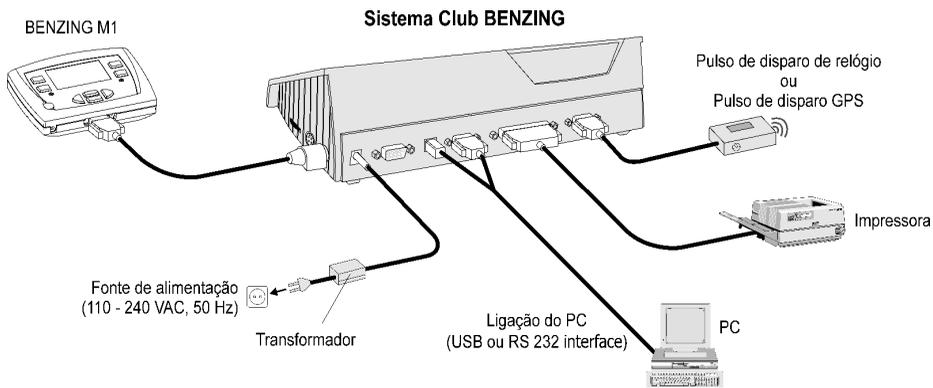
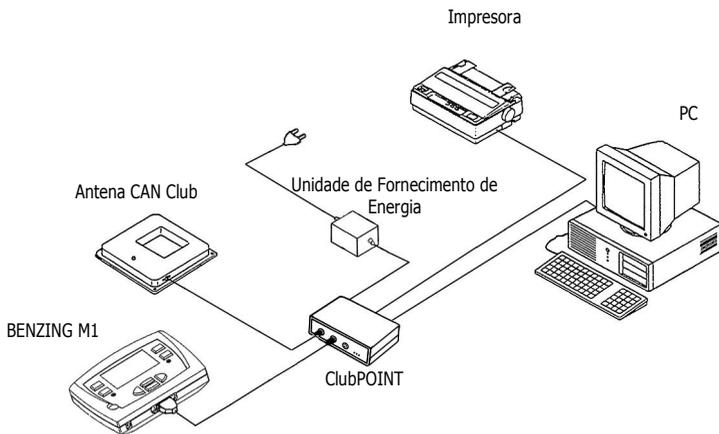

Figura 3.1 – Sistema Club usando o BENZING M1 e o BENZING ClubSystem
Figura 3.2 – Sistema Club usando o BENZING M1 e o Dispositivo de Ligação clubPOINT (sistema precedente)
A forma como é instalado no Clube é mostrado na figura 3.1, em que mostra como usar o clubPOINT. Este veio substituir o CNN (nó network) e o CPN (nó de impressão). Instalação usando estes antigos dispositivos é assim possível e é explicado na figura 3.2. Nenhuma marcação acima do sistema é possível em combinação com o Cobox clube!
- No clube a unidade de fornecimento de energia tem de ser sempre ligada à ficha correspondente do clubPOINT respectivamente ao nó de Network CNN (ver figura 3.1 ou 3.2) ⁽¹¹⁾. A ficha ao BENZING M1 pode não ser usado neste caso assim, o fornecimento de energia da Antena CAN Club é impossível.
- Antes de ligar na unidade de fornecimento de energia, verifique se a instalação corresponde à figura 3.1 ou 3.2. Tenha a certeza de que antes de ligar o BENZING M1 à humidade principal não foi encontrada é neste caso de o BENZING M1 e que o dispositivo está a ser operado de acordo com as condições de uso mencionados no 3.1.